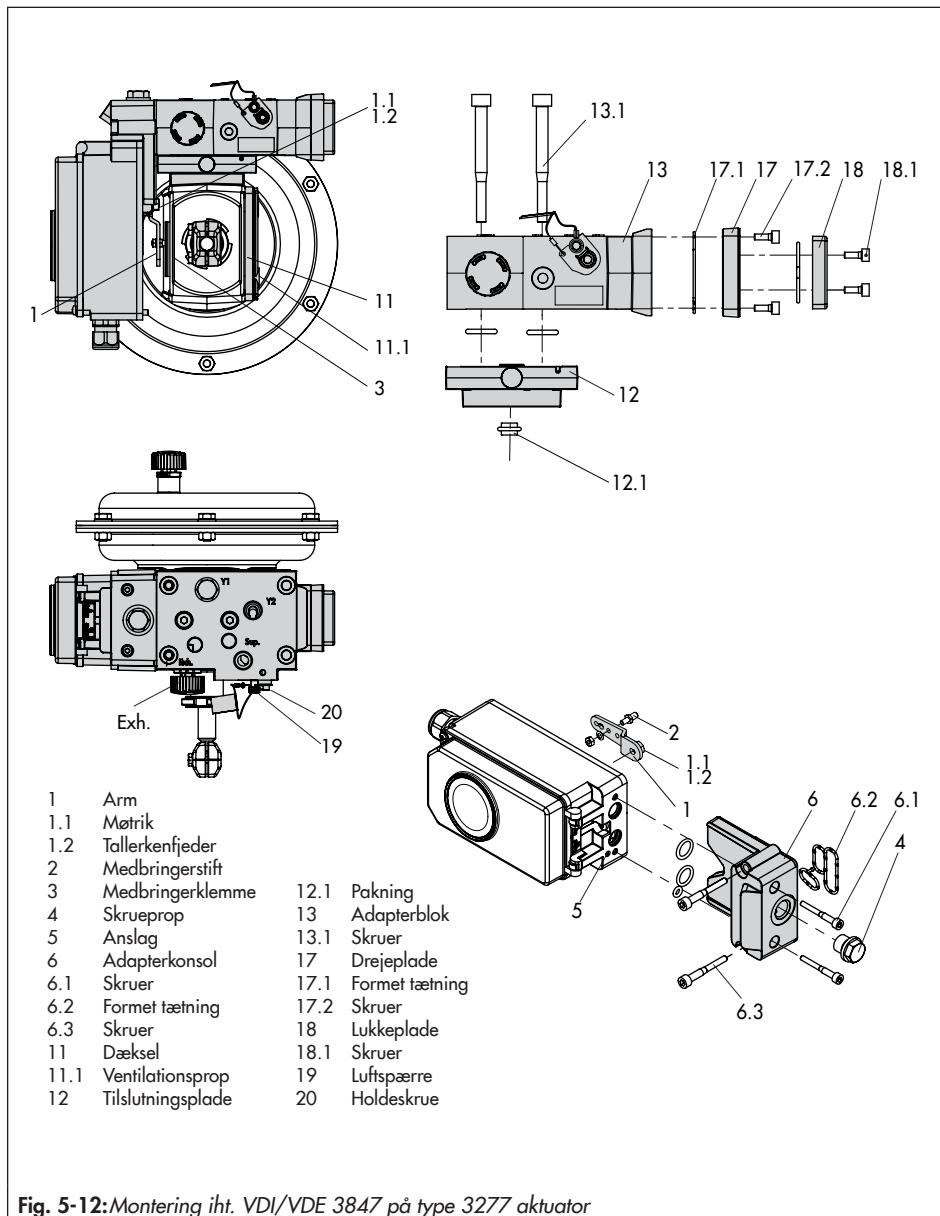

Fig. 5-12: Montering iht. VDI/VDE 3847 på type 3277 aktuator
- ➔ Se Fig. 5-12.
Montering på type 3277 aktuator (se Fig. 5-12)
Montér positioneren på ventildelen som vist i Fig. 5-12. Signaltrykket ledes til aktuatoren via tilslutningspladen (12), ved aktuatorer med fejlsikker handling "aktuatorspindel køres ud" indvendigt gennem en boring i ventildelen, og ved "aktuatorspindel køres ind" gennem udvendige rør.